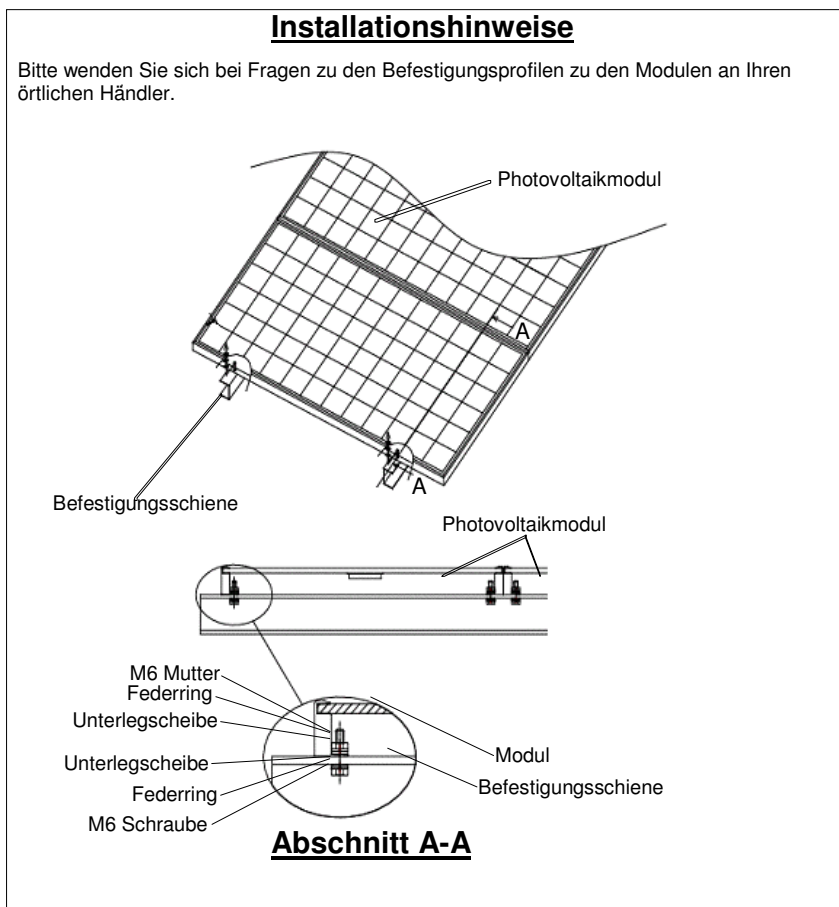

Abb. 1: Installation
- Wir empfehlen die in Abb. 1 gezeigten Installationsmethoden. In einigen Gebieten unterliegen Installation und Einsatz von PV-Modulen den örtlichen Elektrobestimmungen.